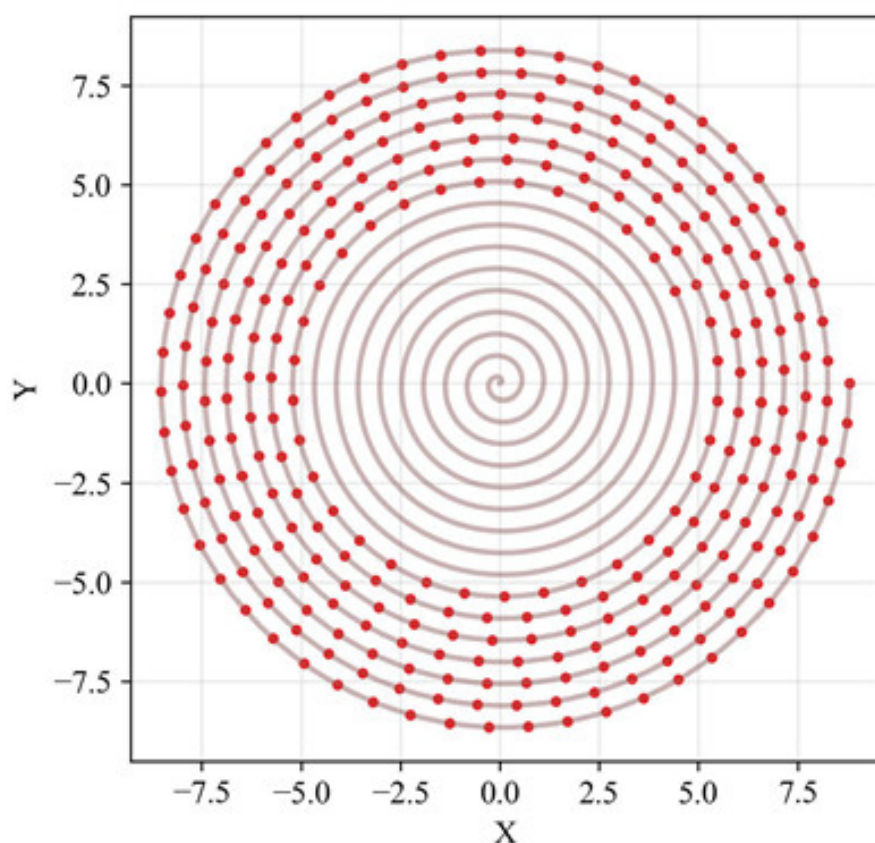

图 3 $t = 0\text{s}$ 至 $t = 300\text{s}$ 龙头前把手位置
- 如图 3 所示，龙头前把手的位置关于时间均匀分布在螺线上，符合题目中龙头前把手速度恒为 $v_0 = 1\text{m/s}$ 的条件。